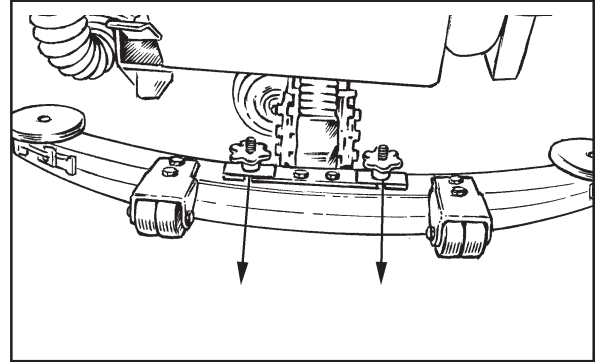

Figure 31
1. Desserrez les deux manettes de fixation de l'ensemble du suceur puis déposez celui-ci. Voir figure 31.